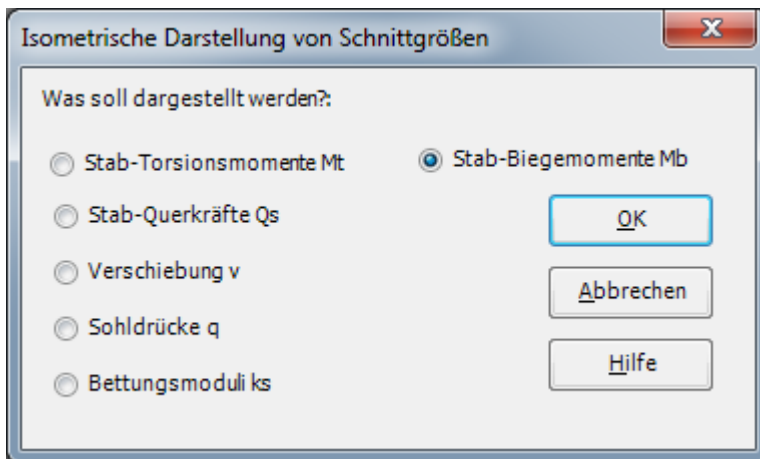

Bild 4.31 Optionsfeld "Isometrische Darstellung von Schnittgrößen"
- Wählen Sie "Stäbe" und dann "Isometrische Darstellung von Schnittgrößen" aus der Registerkarte "Ergebnisse". Das folgende Optionsfeld im Bild 4.31 erscheint